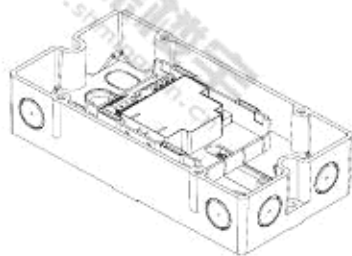

图 3
- 安装在控制器或开关柜外面：使用 FDCH221 保护盒(图 3)。
3. 用 2 个螺钉 (M4) 将保护盒固定在平整表面上 (图 3)。安装孔距离：182.0±1.0mm。
2. 用 2 个螺钉将模块固定在保护盒底部(见图 3)。